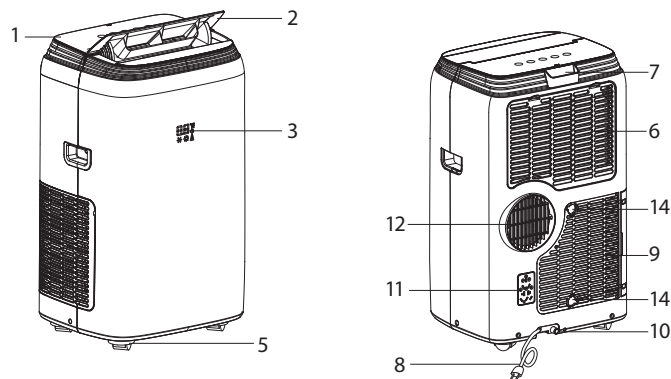

Рис. 1
Модели BPHS-08H, BPHS-11H, BPHS-13H, BPHS-15H (рис. 1)
* В режиме осушения при высоком уровне влажности, конденсат (вода) может скапливаться в поддоне для сбора конденсата. Для того, чтобы периодически не удалять конденсат через отверстие (п.8 рис. 1) можно подсоединить шланг для постоянного отвода конденсата (п.10 рис. 1) . Через шланг конденсат (вода) будет постоянно сливаться в дренаж (специальную емкость либо канализацию).